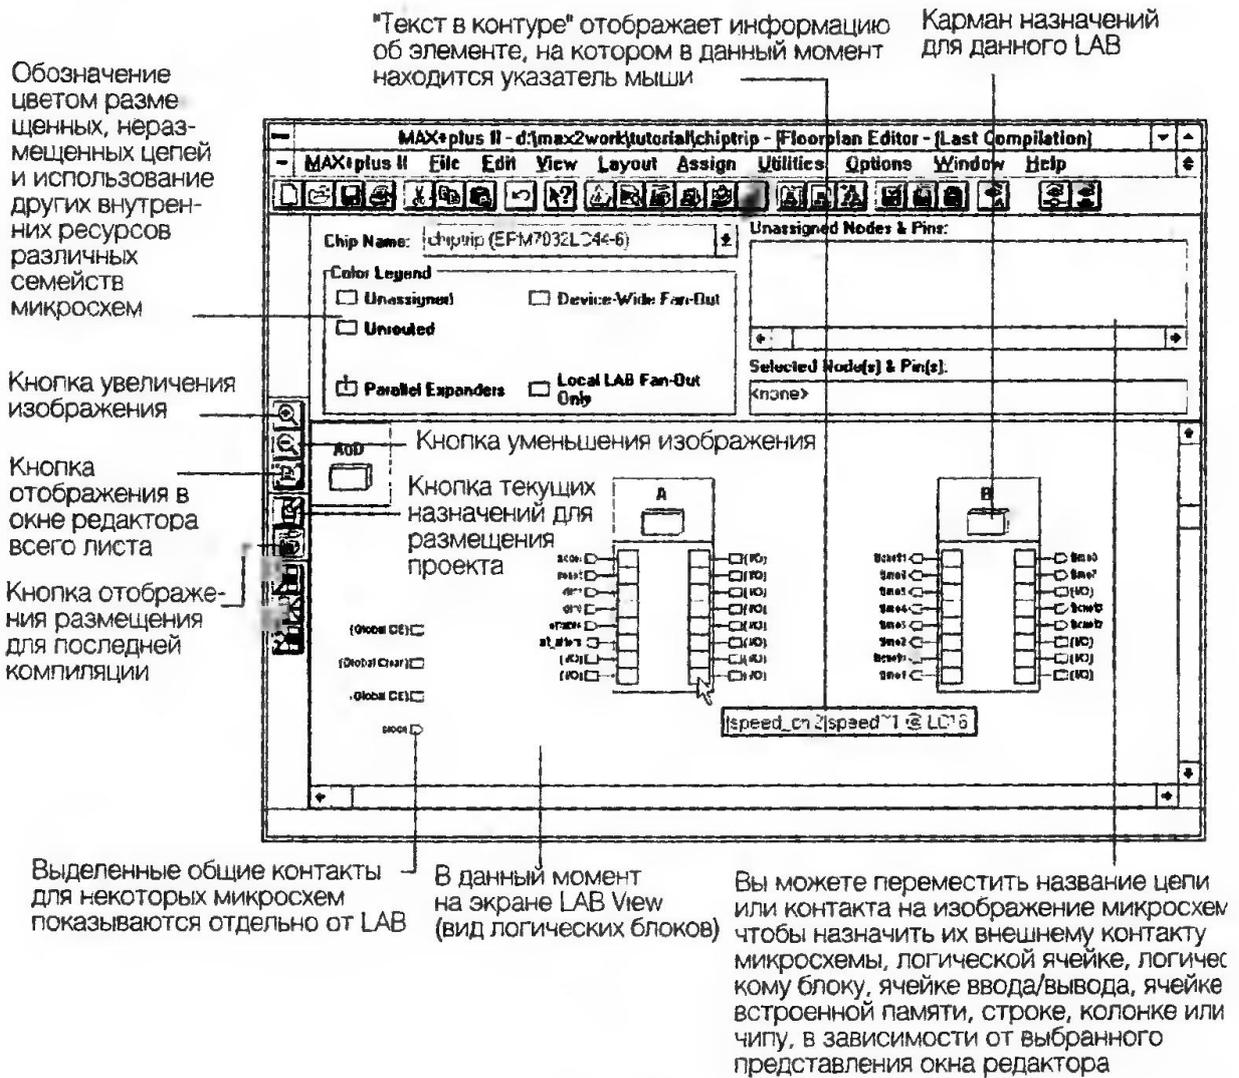

Рис. 2.45
3. Если нужно, выберите **LAB View** (вид логических блоков) и команду **Last Compilation Floorplan** (физический уровень размещения для последней компиляции) из меню **Layout** (расположение). На экране отобразится проект **chiptrip** в окне редактора физического размещения, как показано на рис. 2.45.